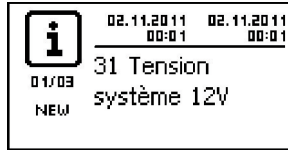
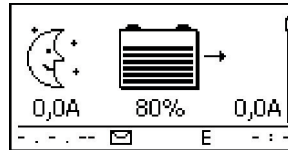

Fig. 11 Message d'événement comportant la tension du système détectée (exemple : 12 V)
Fig. 12 Position initiale de l'affichage d'état
2. ➔ Enclenchez le fusible externe de la batterie : introduisez la cartouche-fusible dans le portefusible (coupe-circuit à fusible) ou enclenchez le disjoncteur DC. Le régulateur se met en marche automatiquement et indique la tension du système détectée (= tension de la batterie) dans un message d'événement au bout de quelques secondes (Fig. 11).
3. ➔ Notez la tension du système indiquée sur Fig. 11.
4. ➔ Appuyez sur la touche « ESC » pour confirmer le message d'événement. La position initiale de l'affichage d'état apparaît (Fig. 12).
6. ➔ Si Fig. 11 et Fig. 12 ne s'affichent pas, vérifiez l'installation et supprimez l'erreur, si nécessaire, à l'aide des indications de la chapitre 15.